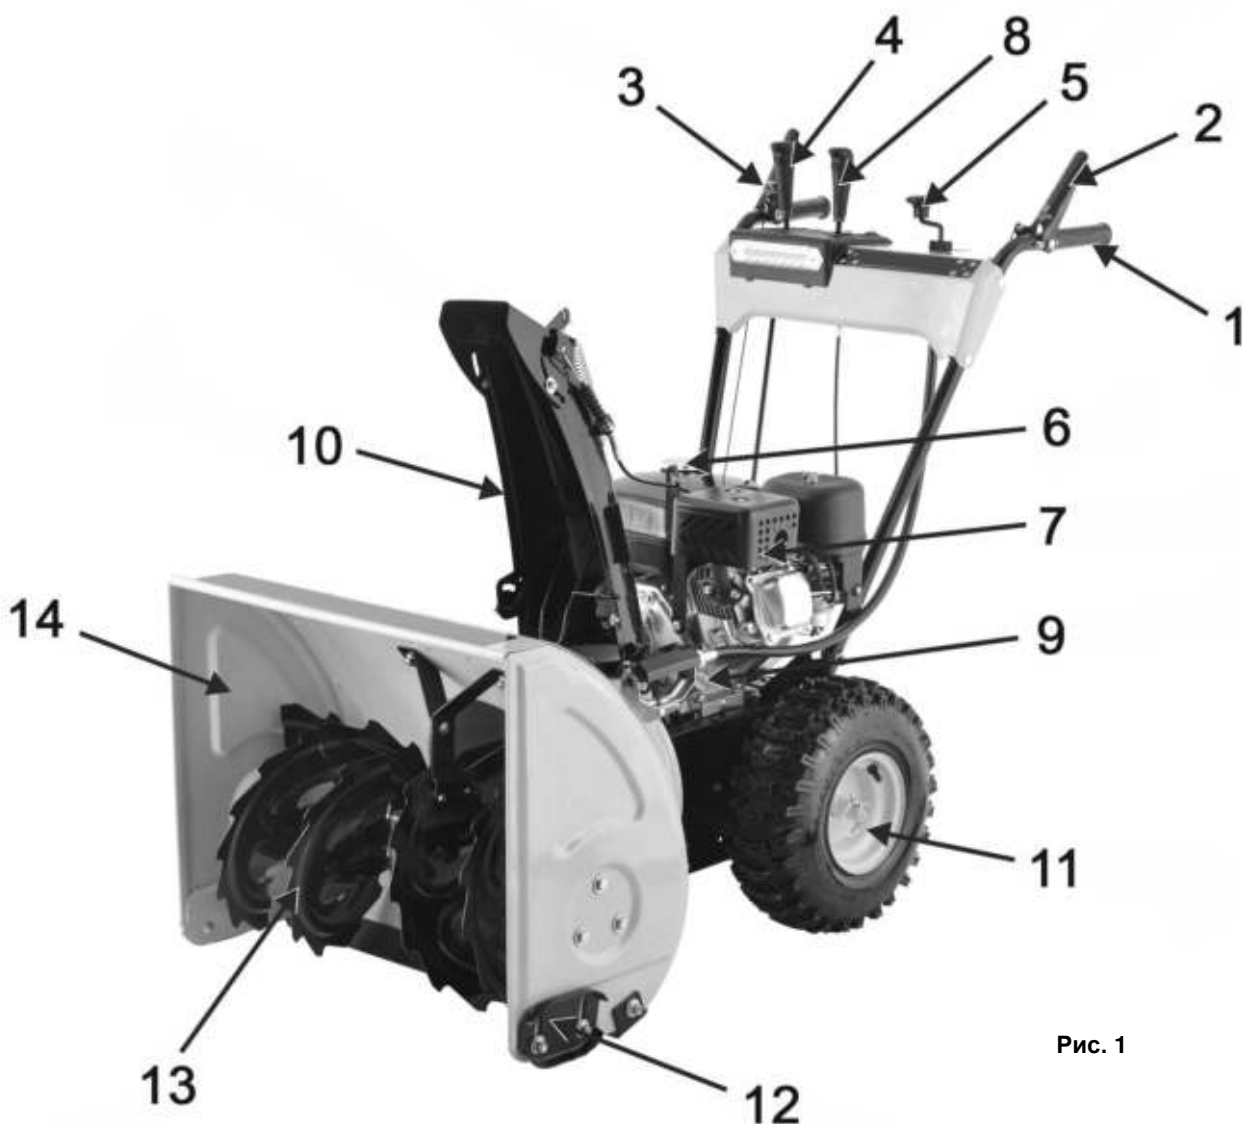
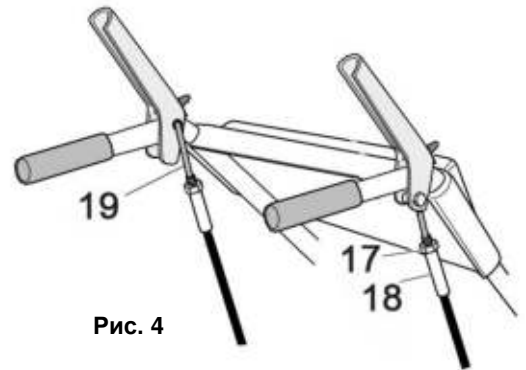
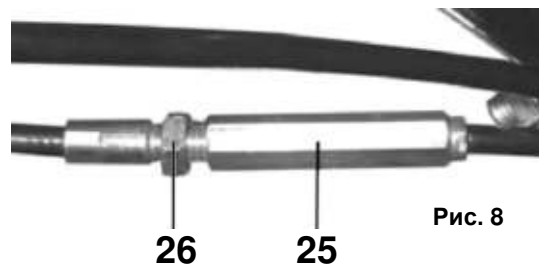

Рис. 1
Рис. 4
Рис. 8
- Снегоуборщик вращением лопастей шнека (13) (См. Рис.1) убирает снежный покров с ровных площадей, и через снегоотвод (10) выбрасывает его в выбранную сторону.
- Шнек (13) (См. Рис.1) представляет собой винтовой механизм в виде стержня с наклонными лопастями, приводимый в действие двигателем. Шнек захватывает, и транспортирует снежную массу внутрь снегоуборщика на вращающуюся крыльчатку (импеллер), далее снежная масса выбрасывается в необходимую сторону (влево или вправо), через поворачиваемый желоб (снегоотвод).
- Выбор направления отвода снега устанавливается вручную поворотом рукоятки (5)(См. Рис.1)
- Снегозаборник (14)(См. Рис.1) служит для захвата снега и направления его потока в рабочую зону снегоуборщика (на шнек).
Рычаг привода колес (2)(См. Рис.1)
- При нажатии рычага привода колес (2), включается система привода, и снегоуборщик начинает движение.
- При отпускании рычага привода колес (2), привод отключается, и снегоуборщик прекращает движение.
Рычаг привода шнека (3)(См. Рис.1)
- При нажатии рычага привода шнека (3), включается система привода, и лопасти шнека (13)(См. Рис.1) начинают вращение.
Рычаг переключения скоростей (4)(См. Рис.1)
- Для изменения скорости и направления движения: остановите снегоуборщик и вращение шнека, переведите рычаг (4)(См. Рис.1) в соответствующее выбранному режиму движения положение.
- Установите желоб снегоотвода (10)(См. Рис.1) на выпускной канал импеллера.
- Установите в отверстие на рычаге управления (2; 3)(См. Рис.1) верхний Z-образный конец троса (19)(См. Рис.4).
- Закрутите на резьбу Z-образного хвостовика втулку троса (18). Закрутите гайку (17) к втулке (18)(См. Рис.4).
- Установите / замените ограничительные башмаки (12)(См. Рис.1; 7) с каждой стороны снегозаборника.
- Рычаги приводов колес и шнека (2) и (3) должны прижиматься к рукояткам руля управления (1)(См. Рис.1) без чрезмерных усилий.
- Проверьте работу рычагов привода колес (2) и шнека (3)(См. Рис.1).
- Рычаги (2) и (3) должны полностью прижиматься к рукоятке управления. Если этого не происходит, значит, тросики перетянуты, и их необходимо ослабить.
- Отрегулируйте приводные тросы с помощью резьбовой втулки (25)(См. Рис.8), расположенной в средней части троса.
- Для натяжения тросика: ослабьте гайку (26), а затем переместите резьбовую втулку (25) вверх и затяните гайку (26)(См. Рис.8) до втулки.
- Для ослабления тросика: ослабьте гайку (26) и переместите резьбовую втулку (25) вниз и затяните гайку (26) до втулки.